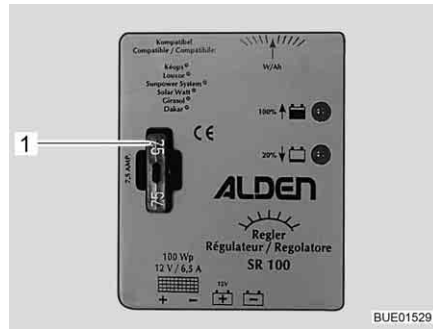

Fig. 182 Fusible pour régulateur de panneau solaire 100 W
- Changer le fusible plat 5 A/brun clair (Fig. 182,1).